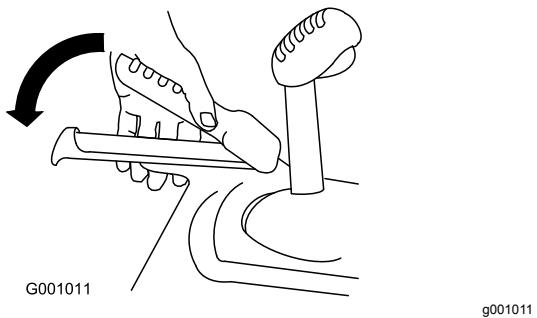

Bild 14
3. Drücken Sie den linken Hebel (Fahrantrieb) zum Handgriff (Bild 14).
6. Drücken Sie den linken Hebel (Fahrantrieb) zum Handgriff (**Bild 14**).